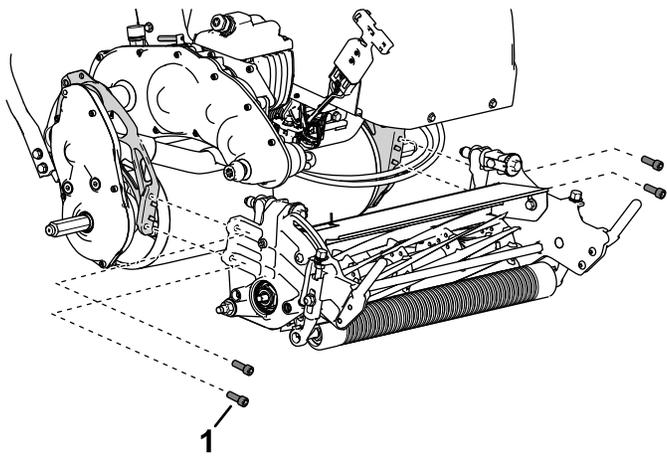

Figura 7
- A. Utilice 4 tornillos allen para instalar la unidad de corte en la máquina (Figura 7).